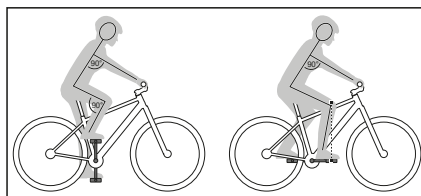

Fig. 2: Postura del ciclista
- ↳ Compruebe si adopta usted una postura cómoda incluso para trayectos largos y si puede manejar con seguridad todos los componentes del manillar durante la marcha (véase Fig. 2).